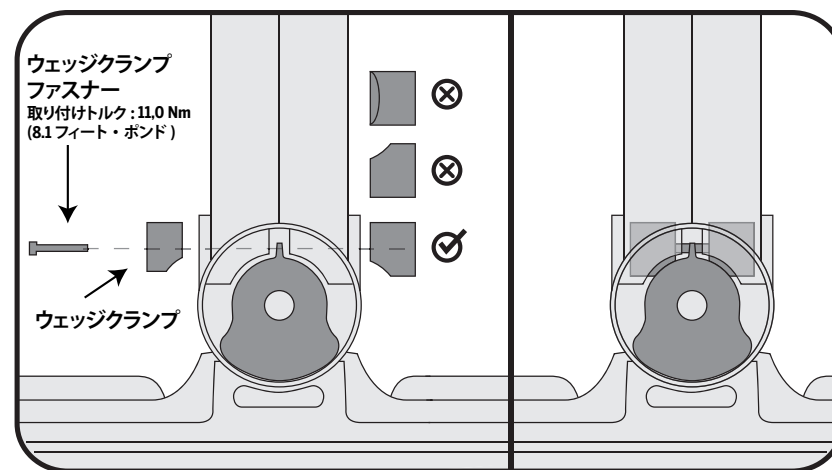

図 4. 曲がっている方が下になった状態でウェッジクランプが取り付けられていることを確認する
7. ウェッジクランプが付いていない場合は、各ウェッジクランプを、曲がった側を下にして、LeanSteer フレームベースの両側に取り付け、ファスナーに緩く通します。図 4 を参照してください。